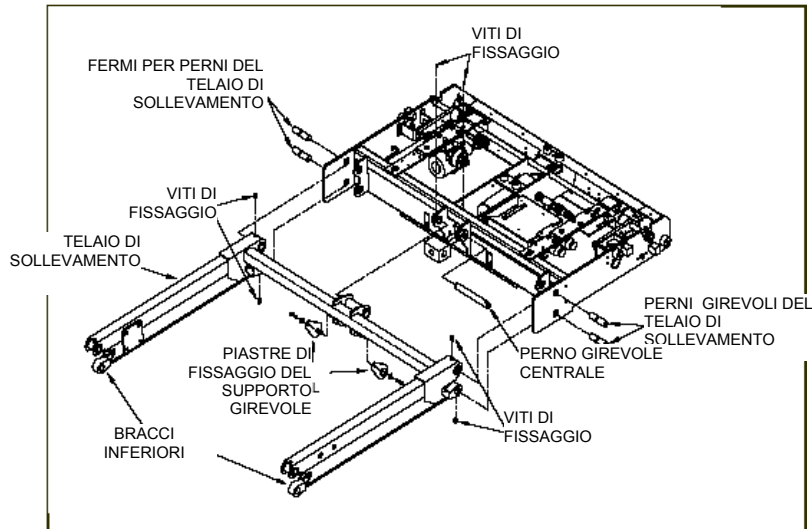

FIGURA 4-14: COMPONENTI DEL TELAIO DI SOLLEVAMENTO
- c. Consultare la **Figura 4-14**. Rimuovere le quattro viti di fissaggio che sostengono il perno girevole del telaio di sollevamento. Rimuovere le due viti di fissaggio che sostengono il perno girevole centrale.